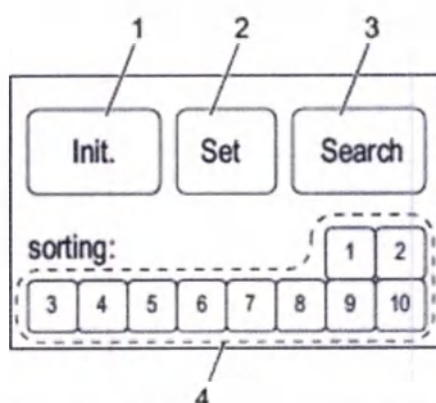

Рисунок 4.23. MAIN MENU (ГЛАВНОЕ МЕНЮ) - больше двух сохраненных алгоритмов сортировки
- Если в файле параметров содержится больше двух алгоритмов сортировки, то для выбора отображается десять кнопок (рис. 4.23, (4)).